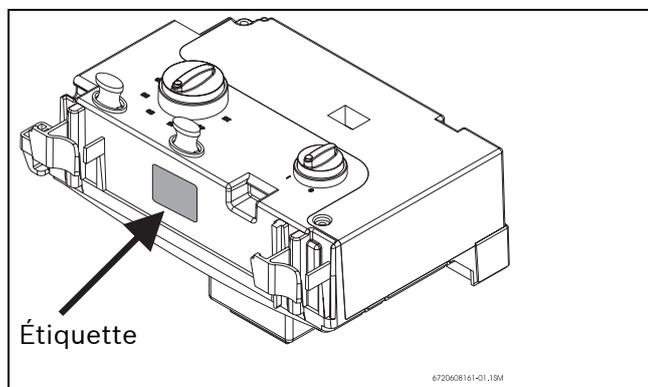

Fig. 1
2.1 Changement de nature de gaz (tableau électronique ancienne version avec logiciel HTKF1 xxx Fig. 1)